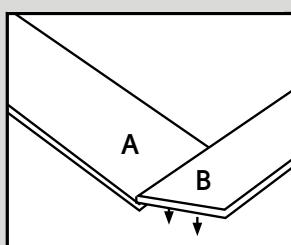

Fig. 4a
- Coloque un tablón «A» y un tablón «B» como se muestra a continuación. Incline el borde principal del tablón B, deslice las juntas hasta unirlas y vuelva a colocar el tablón en horizontal (fig. 4a y 4b).